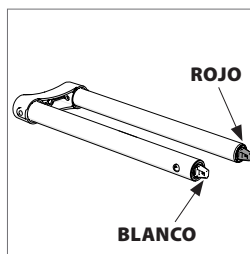

Fig. 1b
- Las guías de deslizamiento. (**Fig. 1b**)